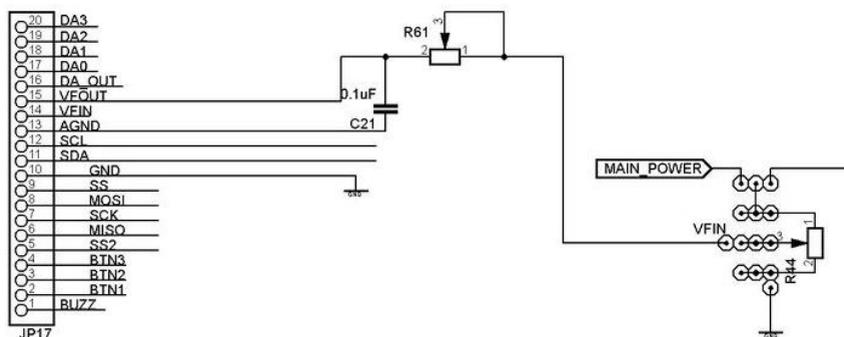

Рис. 3.18 – Электрическая схема источника аналогового напряжения
**Источник аналогового напряжения** для АЦП может быть реализован с помощью потенциометра и RC-фильтра (рисунок 3.18).